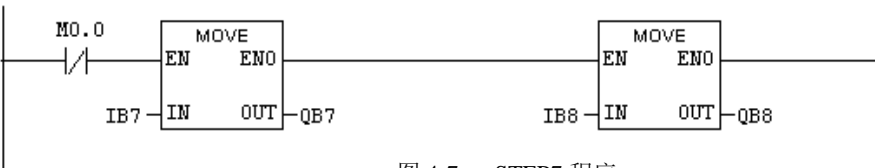

图 4-7 STEP7 程序
① 打开SIMATIC (300) \ CPU 318-2 \ S7 Program \ Block \ OB1，进行编程。下面的程序为评估板上的64个输入按钮按下对应64个输出指示灯点亮的程序。见下图4-7所示：